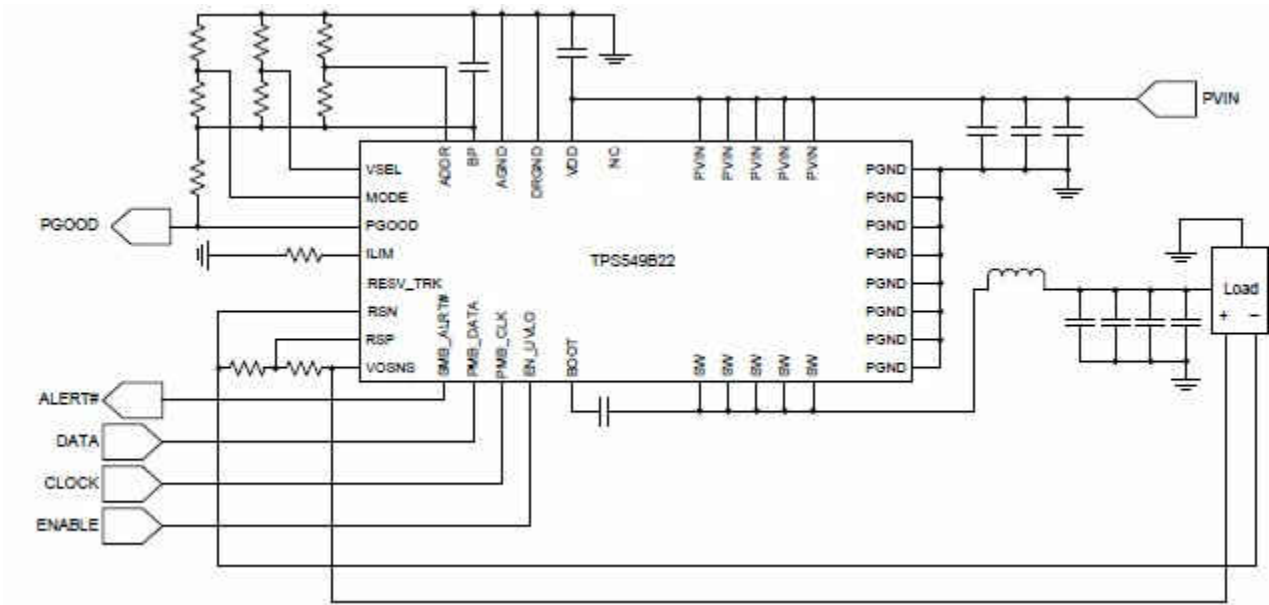

图 3-2. 具有集成 PMBus 接口的 TPS549B22
带有支持 AVS 的集成串行总线的直流/直流转换器更容易实现。PMBus 协议是一种简单而强大的开放行业规范, 它统一了数字电源管理系统和电源转换设备的通信标准。这是广泛接受的用于定义物理层的集成电路间 (I²C) 通信协议。德州仪器 (TI) 的许多具有 PMBus 的直流/直流转换器都有 VOUT_COMMAND 特性, 可即时调节输出电压。还可通过 VOUT_MARGIN_HIGH 和 VOUT_MARGIN_LOW 命令即时调节输出电压。例如, 25A TPS549D22 的 VOUT_COMMAND 支持范围为 0.5996V 至 1.1992V。请注意, 支持的 PMBus 命令因直流/直流转换器而异, 最好查看数据表以了解支持的命令列表。任何电源管理器件只需要一个命令即能符合 PMBus 标准。更多直流/直流转换器具有可读取电压、电流和温度的遥测功能, 能够改善热管理能力和故障报告, 此外还支持 AVS。图 3-2 显示的 TPS549B22 带有用于串行通信的 PMB_DATA 和 PMB_CLK 引脚, 它们支持 AVS 和其他可编程特性。